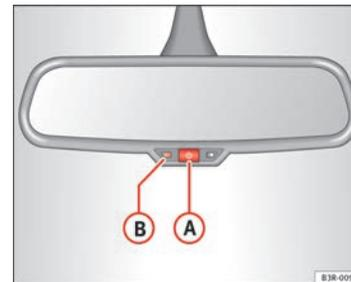

Abb. 101 Abblendbarer Innenspiegel: Kontrollleuchte und Ein-/Aus-schalt-Taste ▶
- Drücken Sie die Taste **(A)** ⇒ **Abb. 101**. Die Kontrollleuchte **(B)** erlischt.
- Drücken Sie die Taste **(A)** ⇒ **Abb. 101**. Die Kontrollleuchte **(B)** leuchtet.